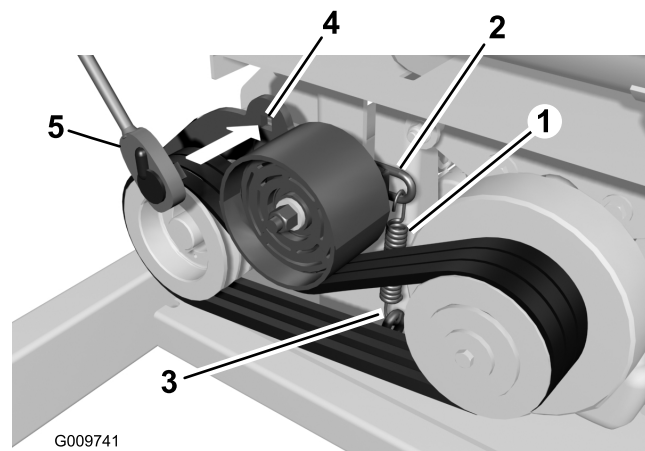
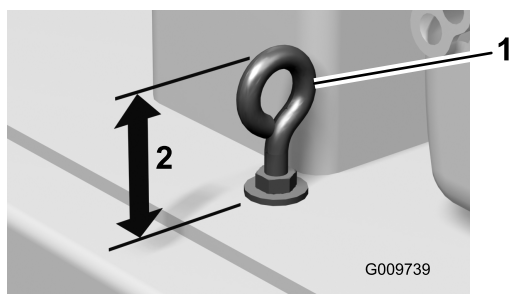

Figura 55
Figura 58
2. Compruebe la condición de la correa (Figura 55).
- B. Introduzca una llave de tubo en el taladro cuadrado del brazo tensor y gire la llave hacia arriba (Figura 55).
4. Para aumentar la tensión del muelle y por tanto la de la correa, reduzca la altura del perno de ojal aflojando la tuerca superior del perno de ojal y apretando la tuerca inferior (Figura 55 y Figura 58).